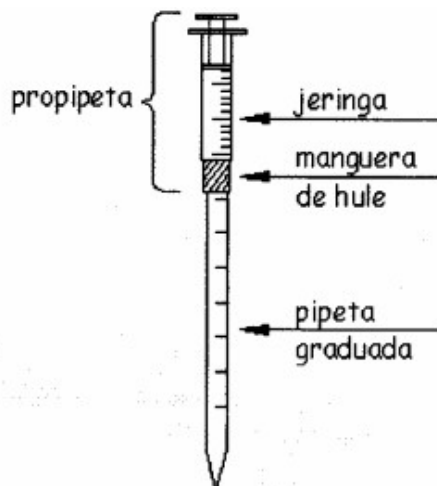

Figura 3
- 2.1 La pipeta se utiliza para medir cantidades pequeñas de líquidos. Se debe utilizar una propipeta (o un bulbo de succión) para llenar la pipeta con el líquido. La propipeta en este experimento consiste en una jeringa, sin aguja y con un trozo de manguera de hule colocada en la punta (Figura 3).
- 2.3 Coloca la jeringa en la parte superior de la pipeta y, jalando el émbolo, succiona 2 mL de agua, observando todo el tiempo el borde superior del agua dentro de la pipeta para evitar que el líquido llegue a la jeringa (Figura 3).